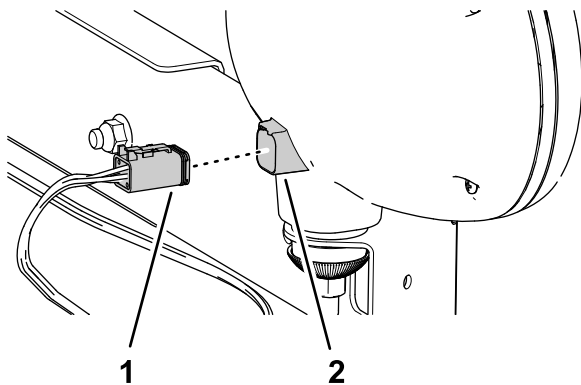

Bild 15
5. Stecken Sie den 6-Buchsen-Stecker, der mit RIGHT FRONT TURN/RUNNING LIGHT beschriftet ist und den 6-Buchsen-Stecker (RIGHT FRONT TURN/RUNNING LIGHT) in die 6-Stift-Stecker der Arbeitsscheinwerfer (Bild 15).